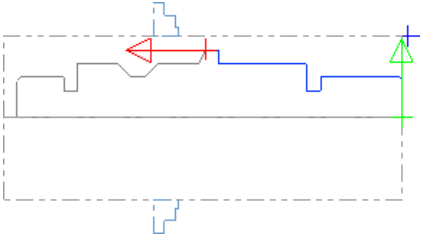

图 19.5 选取加工轮廓
Step2. 定义加工轮廓。在该对话框中选中 ☒ 接续 复选框，然后在图形区中依次选取图 19.5 所示的轮廓线（中心线以上的部分）。单击 ☒ 按钮，系统弹出“车床粗加工 属性”对话框。